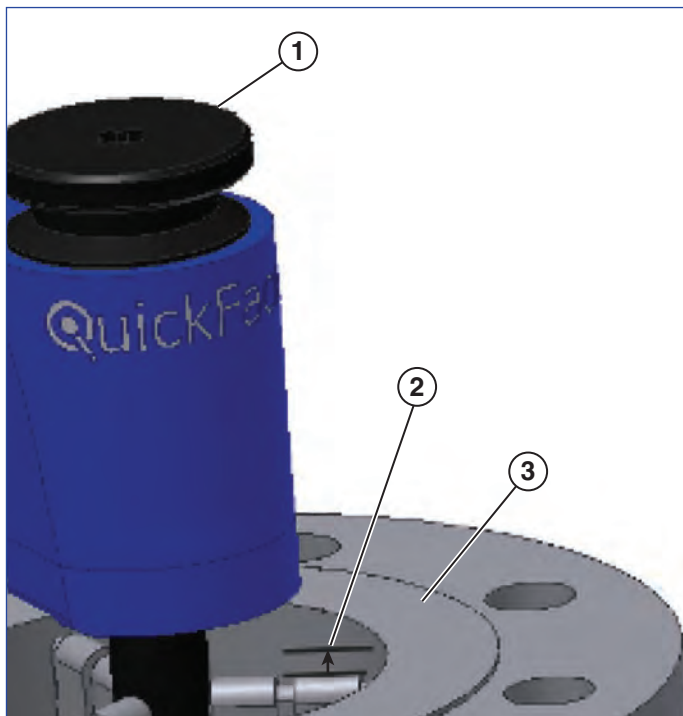

Рисунок 10
1. Установите QuickFace в обрабатываемое изделие так, чтобы верх фиксатора или насадки находился ниже опорной поверхности (зеркала) фланца, приблизительно, на 1/8 дюйма (см. рисунок 10). Вращая зажимную рукоятку по часовой стрелке, закрепите устройство в обрабатываемом изделии. Для обеспечения надежной фиксации, зажимая устройство QuickFace в обрабатываемой детали, слегка покачивайте его вперед-назад. Если вручную надежно затянуть устройство QuickFace невозможно, вставьте в торец зажимной рукоятки ключ с храповиком. **НЕ ЗАТЯГИВАЙТЕ ЗАЖИМНУЮ РУКОЯТКУ С ЧРЕЗМЕРНЫМ УСИЛИЕМ – ЭТО ВЕДЕТ К ПОВРЕЖДЕНИЮ УСТРОЙСТВА!** Затяжка достаточна, если устройство QuickFace не смещается в обрабатываемой детали при его подъеме за конец корпуса редуктора.